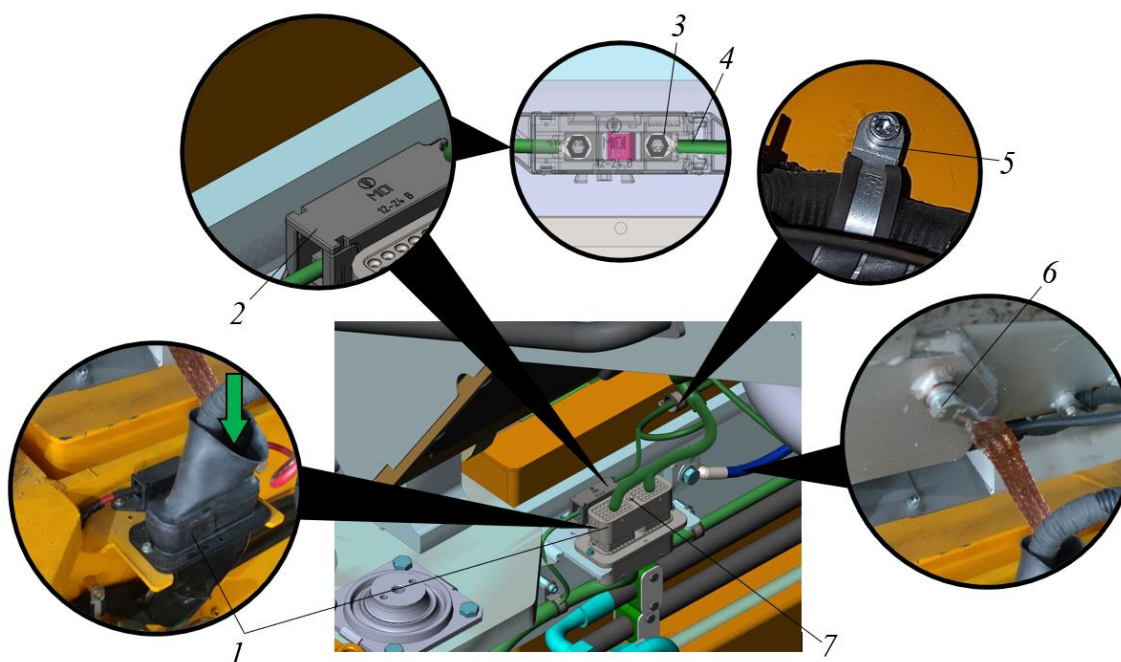
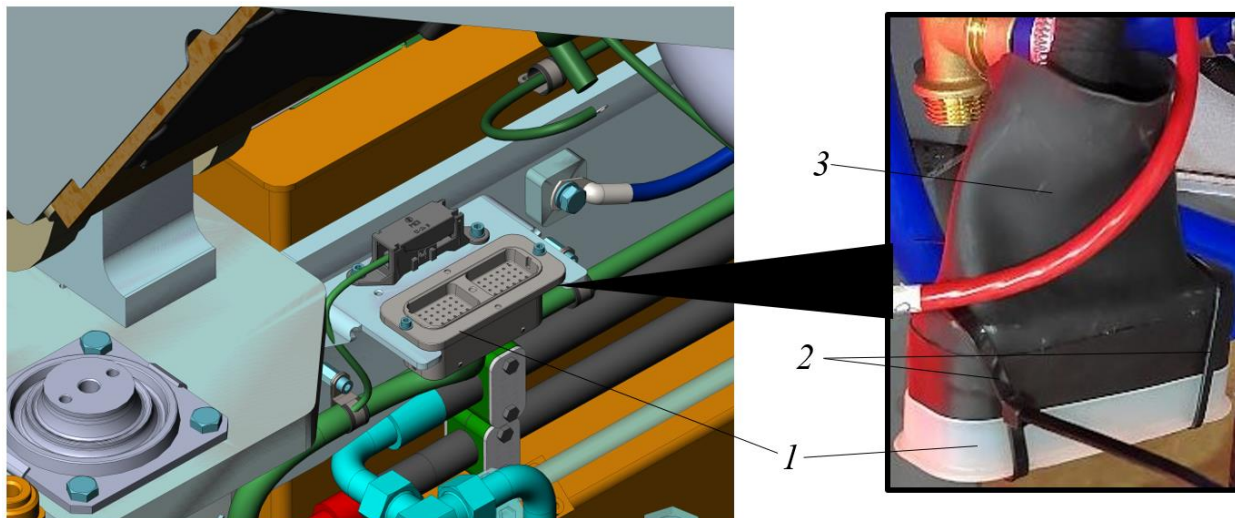

Рисунок 5.26. Точки подключения электрооборудования кабины
Рисунок 5.27. Установка защитного чехла на разъем кабины
Точки подключения быстроразъемных соединений системы отопления кабины размещена под кабиной справа, см. рис. 5.26. Для их отключения необходимо:
- ▶ Повернуть муфту 1 (примерно на $\frac{1}{4}$ оборота) до совмещения паза 2 на муфте с шариком 3, см. рис. 5.26. Не меняя положения муфты переместить муфту 1 в направлении стрелки (вниз).
- ▶ Шестигранным  на 4 выкрутить винт разъема кабины 7, см. рис. 5.26. Доступ к винту 7 реализован через пыльник разъема (см. показано стрелкой). Снять разъем кабины 1.
- ▶ На ответную часть электрического разъема кабины 1 (размещен на раме) из комплекта ЗИП установить защитный чехол разъема 3, см. рис. 5.27. Защитный чехол 3 закрепить при помощи пластиковых стяжек 2 или изоленты.
- ▶ С правой стороны кабины подключить трубопроводы отопителя кабины, см. рис. 5.26. Снять защитный чехол рис. 5.27. Подключить электрический разъем кабины, подключить кабель к силовому предохранителю. Закрепить на кабине кабель массы. Жгут кабины зафиксировать при помощи хомутов Руббер, см. рис. 5.26.